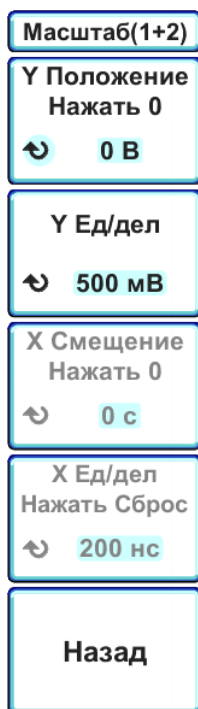

Рисунок 6.12 – Программное меню «Масштаб (1+2)»
- нажать программную кнопку «Масштаб», если необходимо выбрать масштаб по вертикали или горизонтали результата математической операции. При этом откроется подменю «Масштаб» (рисунок 6.12);
- Нажать программную кнопку «Масштаб» в меню «Матем. опер.», чтобы перейти в подменю «Масштаб» (рисунок 6.12);